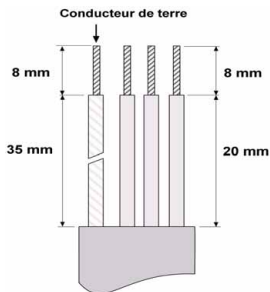

Figure 3.9 : Dénudage des câbles
- Dénudez les câbles moteur et réseau comme préconisé dans la figure 3.9.